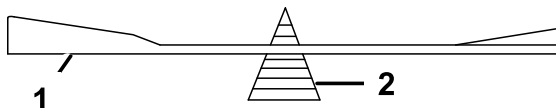

Figura 49
- Verifique el equilibrio de la cuchilla colocándola sobre un equilibrador de cuchillas (Figura 49).